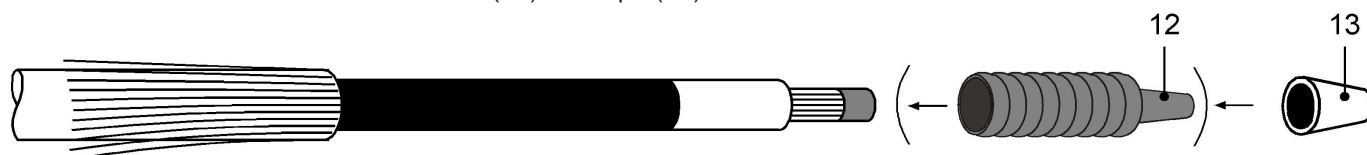

FIGURA 4a
4 – Dependendo da bitola do cabo a ser emendado com a emenda EMEX deverá ser usado um CONE DE MONTAGEM (11) que acompanha o jogo de montagem como indicado na figura 4. Para cabos de bitolas elevadas o cone apropriado deve ser escolhido CONE DE MONTAGEM (12) ou o tipo (13) indicados na FIGURA 4a.